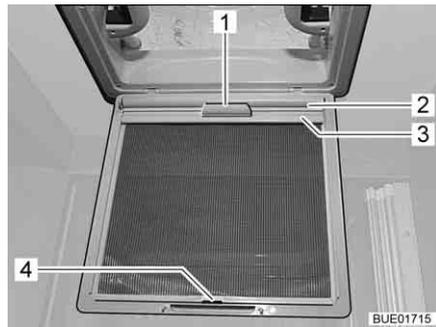

Fig. 79 Oscurante a rullo
- Tirare l'oscurante a rullo (Fig. 79,2) utilizzando la maniglia (Fig. 79,1) e agganciare il listello di supporto (Fig. 79,3) ai ganci (Fig. 79,4) sulla protezione contro gli insetti.
- Staccare il listello di supporto (Fig. 79,3) dai ganci (Fig. 79,4) e ricondurre lentamente l'oscurante a rullo (Fig. 79,2) utilizzando la maniglia (Fig. 79,1).